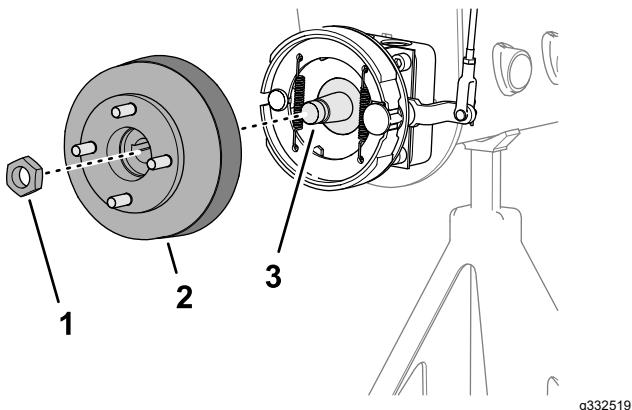
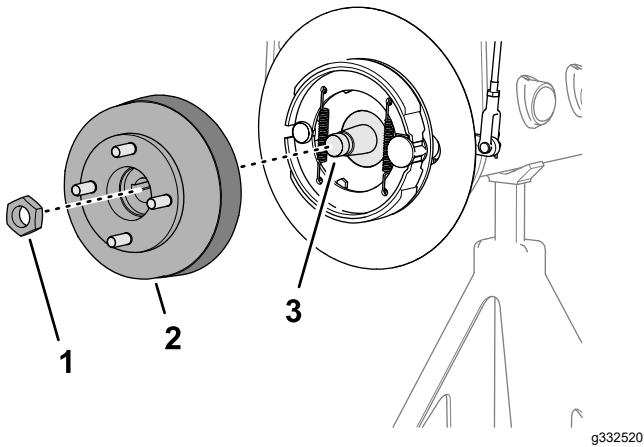

Figura 74
Figura 75
3. Montate il mozzo della ruota e il tamburo del freno sull'albero motore della ruota (Figura 74 o Figura 75).
4. Fissate il mozzo della ruota all'albero con il dado di bloccaggio (Figura 74 o Figura 75) e serrate manualmente.